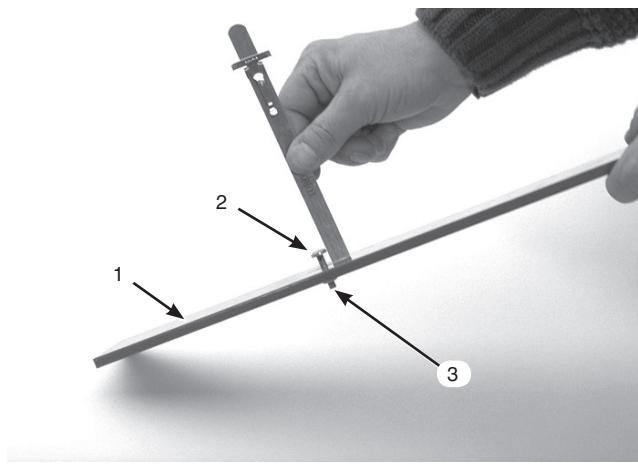

図14
3. ゲージバー(図14)のナットをゆるめ、調整ネジを希望の刈り高に合わせる。ネジ頭の下からバーの表面までの距離が刈り高となる。